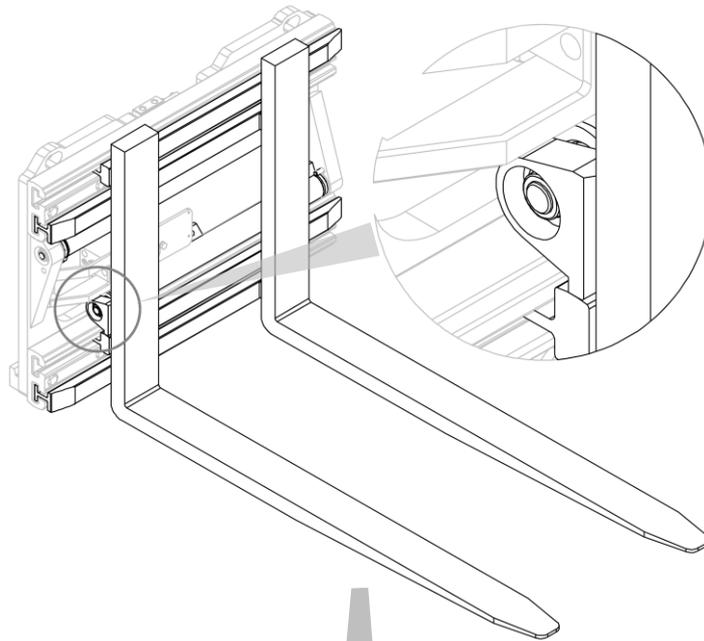
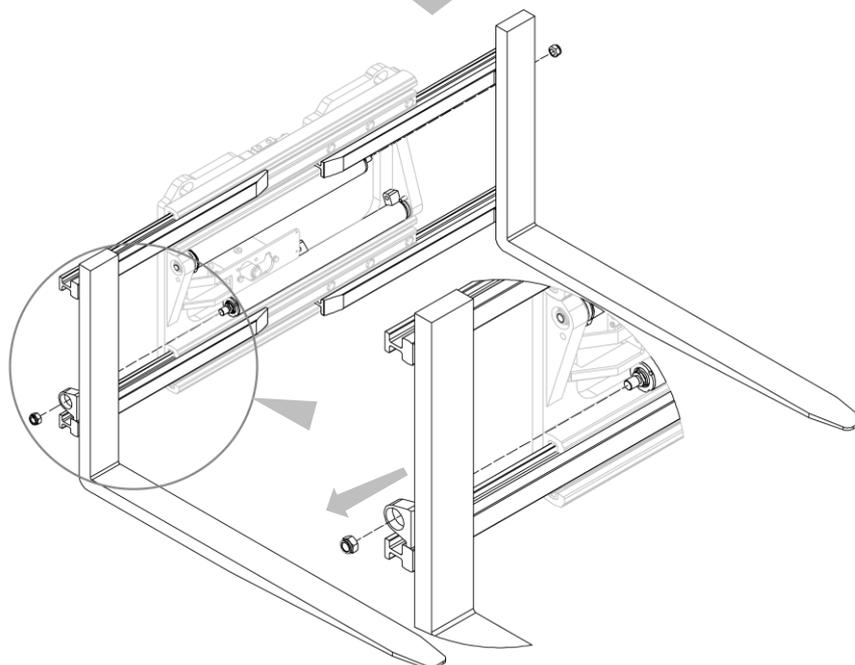
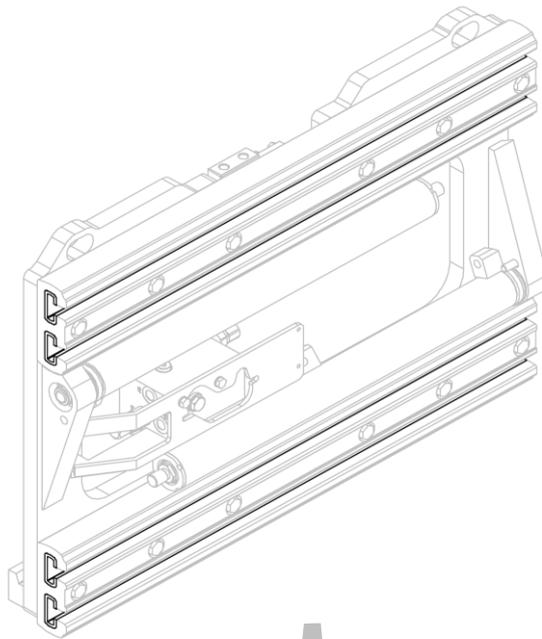
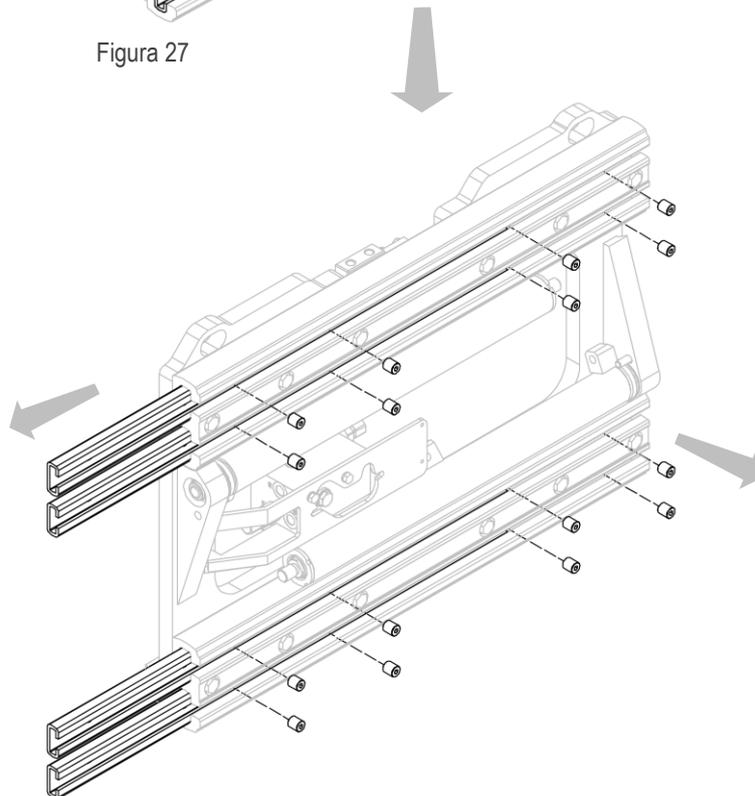

Figura 25
Figura 26
Figura 27
Figura 28
4. Pulire e lubrificare tutte le parti di scorrimento (vedi *Figura 36* a pag. 45 e *Figura 26* e *Figura 27* a pag.46).
2. Rimuovere le forcelle con le forche dopo aver svitato i relativi dadi che le vincolano ai cilindri (vedi *Figura 25* e *Figura 26*).
3. Rimuovere le boccole in nylon dopo aver svitato i relativi grani (vedi *Figura 27* e *Figura 28*).